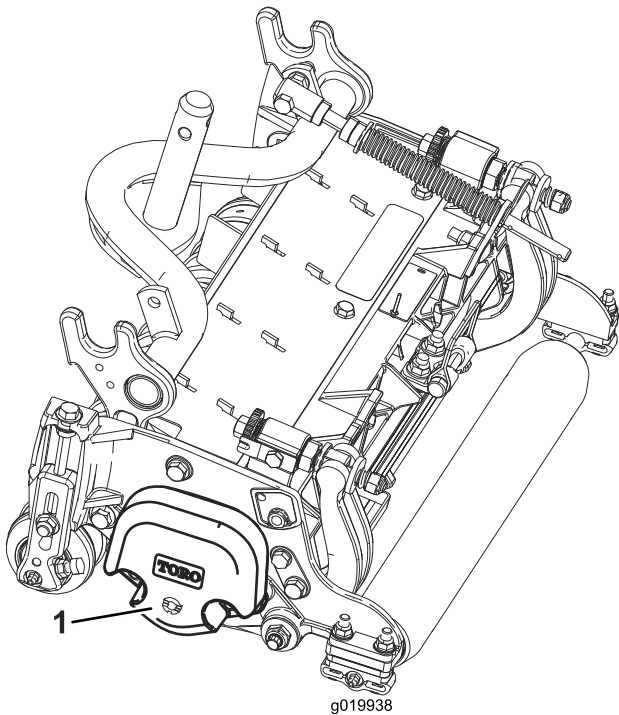

图 3
5. 按照滚刀组图3操作手册的说明确保将配重块安装到滚刀组正确的一端上。